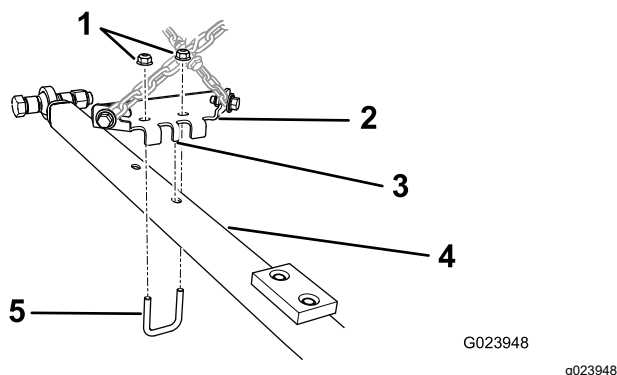

Figure 7
1. Alignez la languette centrale du support de la barre d'attelage sur le trou vers l'arrière de la barre d'attelage (Figure 7).